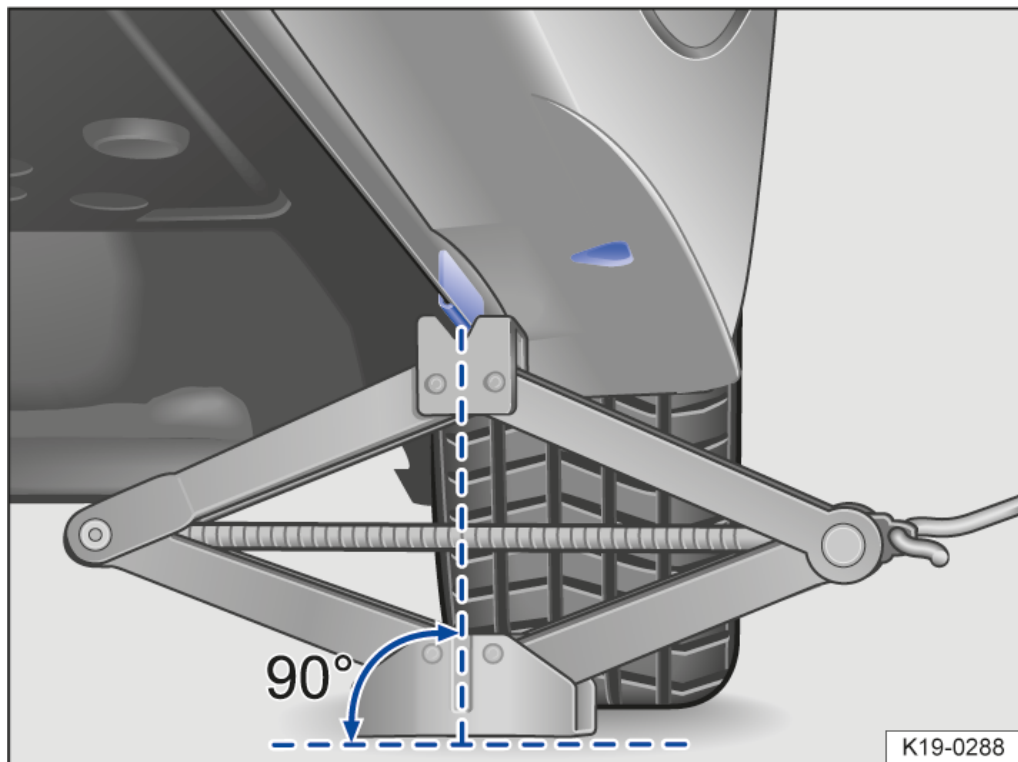
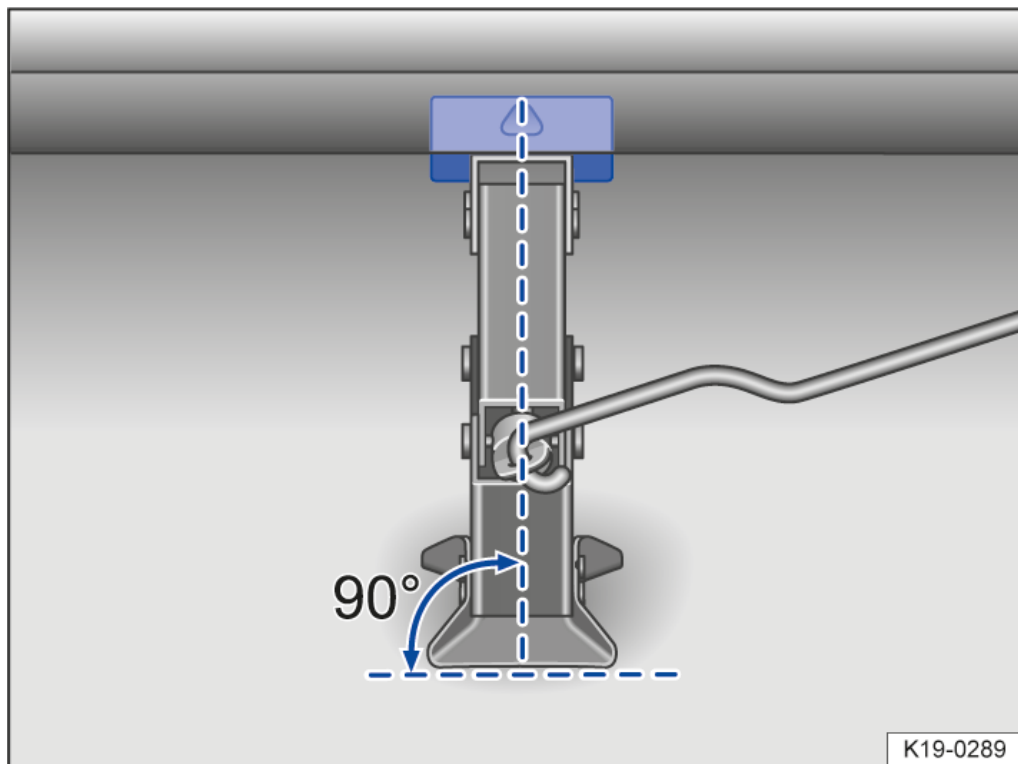

Abb. 2 Wagenheber hinten an der linken Fahrzeugseite angesetzt.
Abb. 3 Korrekte Ausrichtung des Wagenhebers.
3. Sicherstellen, dass der Wagenheberfuß mit der ganzen Fläche sicher auf dem Boden steht und sich der Wagenheberfuß lotrecht genau unter dem Ansetzpunkt befindet → Abb. 2 und → Abb. 3.
7. Wagenheber ausrichten und gleichzeitig die Wagenheberklaue weiter hochkurbeln, bis die Klaue den Steg unter dem Fahrzeug → Abb. 2 umfasst.
- Wagenheber nur an den beschriebenen Stellen ansetzen. Die Klaue des Wagenhebers muss den Wagenheberaufnahmepunkt unter dem Fahrzeug sicher umfassen → Abb. 2.